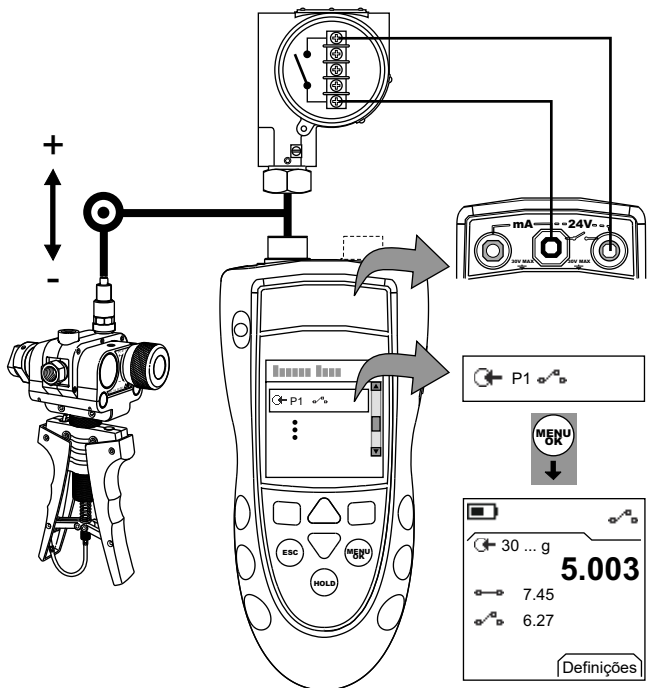

Figura 4: Exemplo de configuração: teste de chave
1. Conecte o instrumento (Figura 4) e, se necessário, ajuste a *Configuração* (Tabela 1).